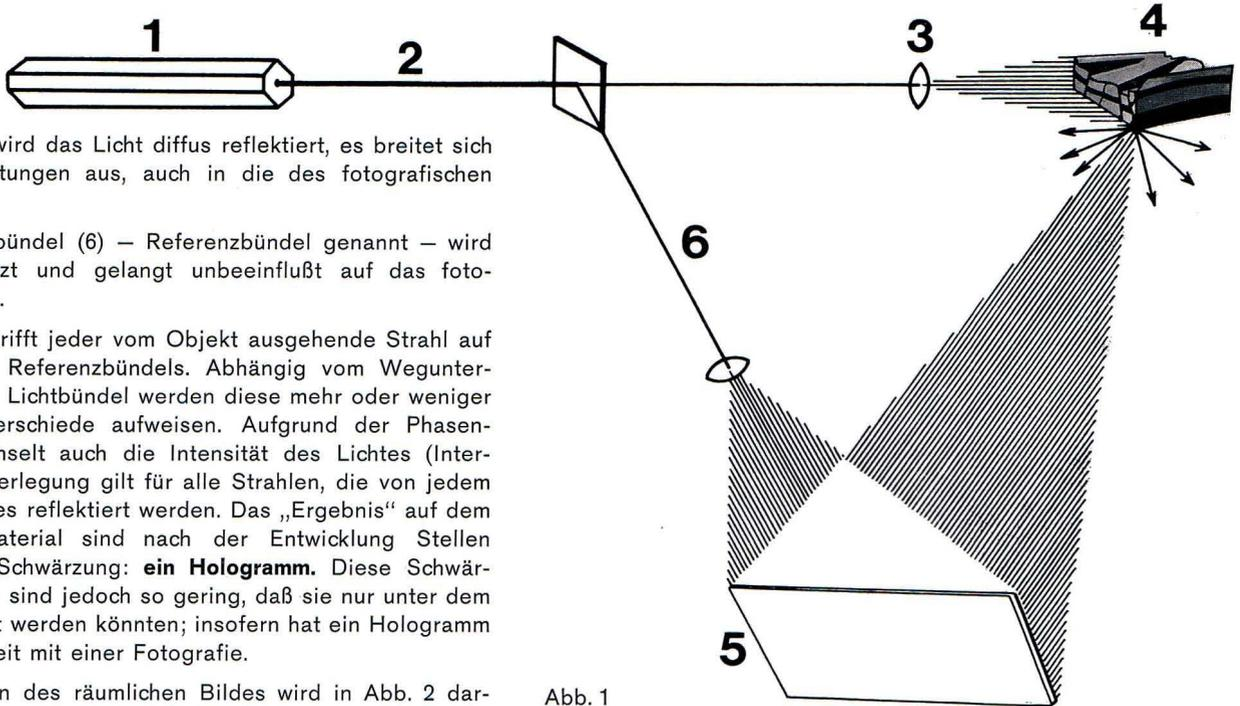

Abb. 1
Das Prinzip der Aufnahmetechnik wird in Abb. 1 dargestellt. Der Laser (1) sendet ein kohärentes Lichtbündel (2) aus, welches durch die Linse (3) gespreizt wird, um das aufzunehmende Objekt (4) vollständig zu beleuchten. Von jedem Punkt
Die Meßsonde (Abb. 1) ist mit einem Flügelrad ausgerüstet, das von dem im Bohrloch strömenden Wasser in Umdrehung versetzt wird. Die Welle des Flügelrades treibt einen Impulsgeber an, der pro Umdrehung 12 elektrische Impulse erzeugt,